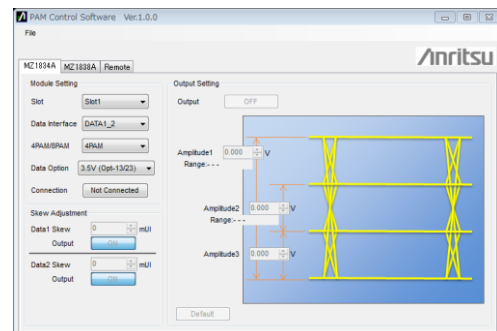

Fig.5 Output Setting
- 2) 各 PPG の出力設定を行います。Data1 から Data4 に対し、出力振幅設定と信号結合後の波形のジッタが少なくなるように Delay 設定を行います。専用の PAM Control Software により、振幅や各 EYE の比率などを、簡単に設定可能です。(Fig.5)